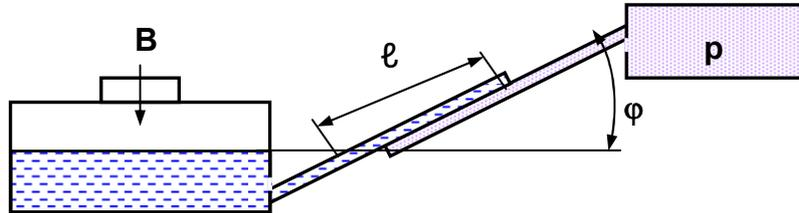

Рис. 1.1. Измерение разрежения тягомером
1.4. Разрежение в газоходе котла измеряется при помощи тягомера с наклонной трубкой (рис. 1.1). Угол наклона трубки $\varphi=30^\circ$. В качестве измерительной жидкости залит